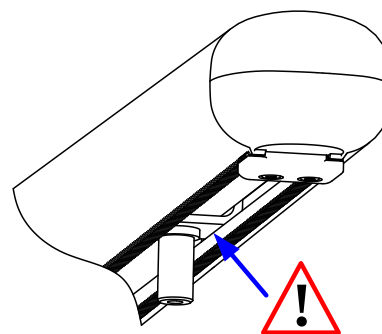

Рисунок 13. После монтажа привода не должно быть контакта вилки с корпусом
- При разблокированном приводе убедитесь, что движение створки при открытии и закрытии осуществляется плавно, нет столкновения привода со столбом и створкой ворот. Проверьте угол открытия створки. Не должно быть трения элементов ходовой гайки привода о корпус (Рисунок 13)!